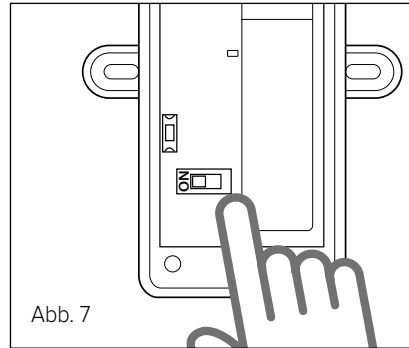

Abb. 7
- Den Mikroschalter auf der Platine der Außensonde auf Position **ON** (Abb. 7) einstellen.